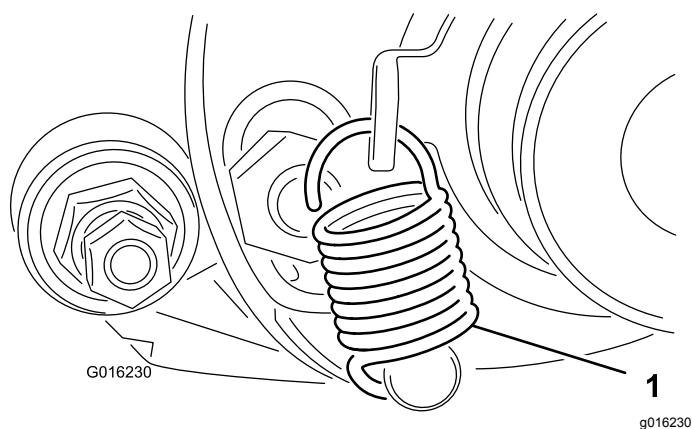

Figure 16
- Tournez la poulie de tension jusqu'à ce qu'il soit possible d'accrocher le ressort du levier de changement dans le trou du support de poulie et sur le goujon, comme montré à la Figure 16.